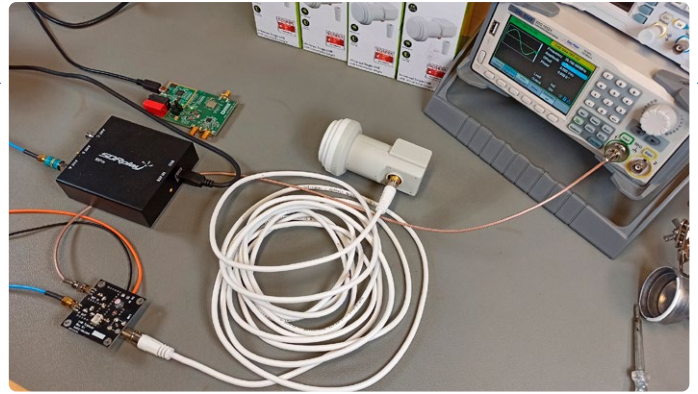

Bild 10. Testaufbau mit Signalgenerator, Triplexer, SDR-Empfänger und ADF4351 als X-Band-Signalgenerator für die dritte Harmonische.
**Bild 10** zeigt einen Test, bei dem der LNB über einige Meter Koaxialkabel mit einer Impedanz von 75 Ω mit dem Triplexer verbunden ist. Der Eingang des Referenztaktes wird mit einem Signalgenerator und der